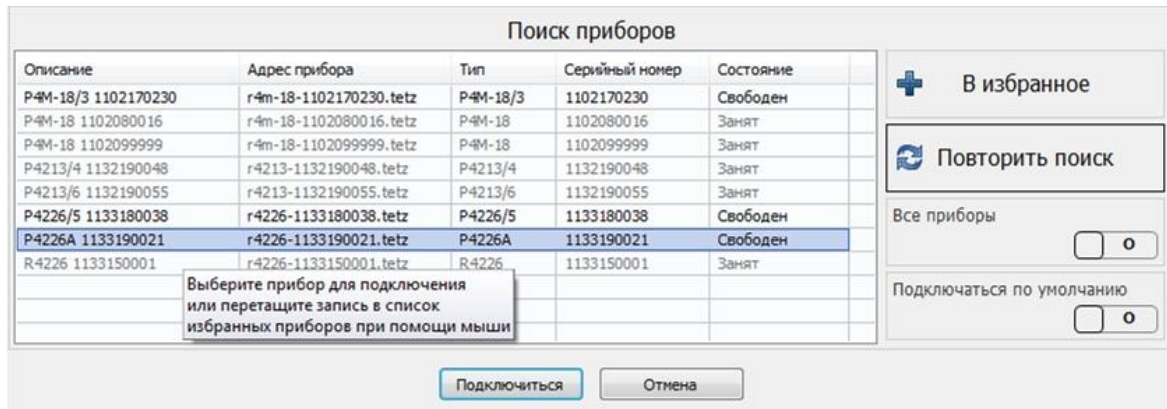

Рис. 3. Подключение к ВАЦ
3. Осуществить подключение к прибору (рис. 3);